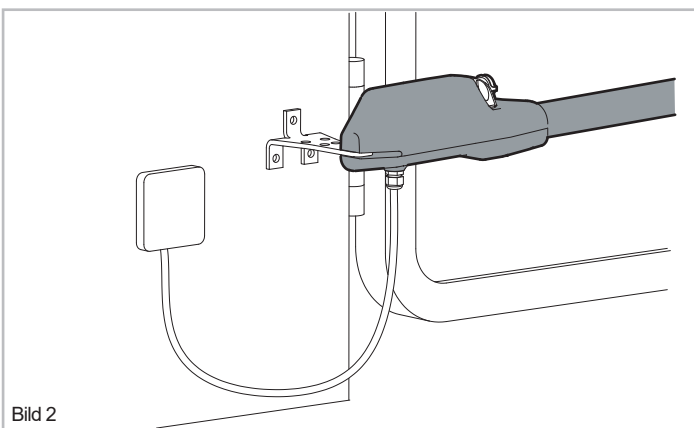

Bild 2
- Das aus dem Stellantrieb kommende elektrische Kabel darf nicht gestreckt werden, sondern muss eine weite Kurve nach unten machen, um einen Bruch am Einlass des Getriebemotors und einen Wasserrückfluss zu vermeiden. (Abb. 2)